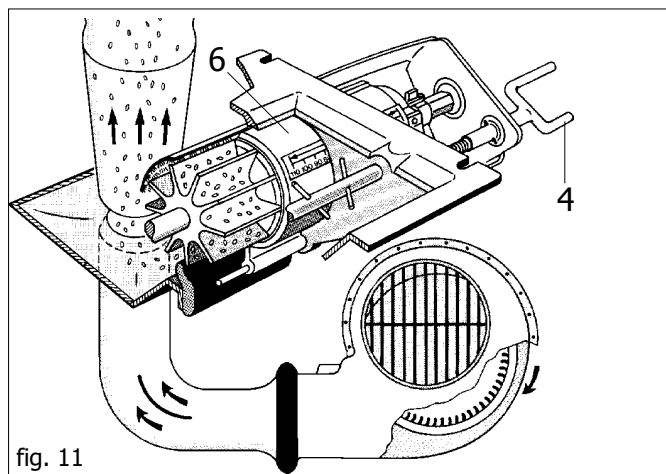

fig. 11
La quantità di semente che deve essere distribuita per ettaro, viene regolata dall'apparecchio di dosaggio (Fig. 11) regolando la saracinesca (6) per mezzo dell'asta a vite (4). Le posizioni della scala di dosaggio corrispondono ai valori della tabella di regolazione nella colonna di sinistra (tabella pag. 60-61).